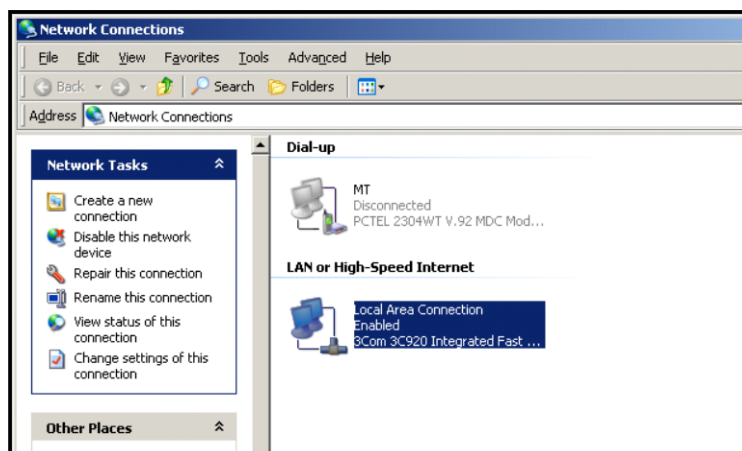

Figura D-5: Schermata Connessioni di rete
6. Verrà visualizzata la finestra mostrata nella figura D-5.